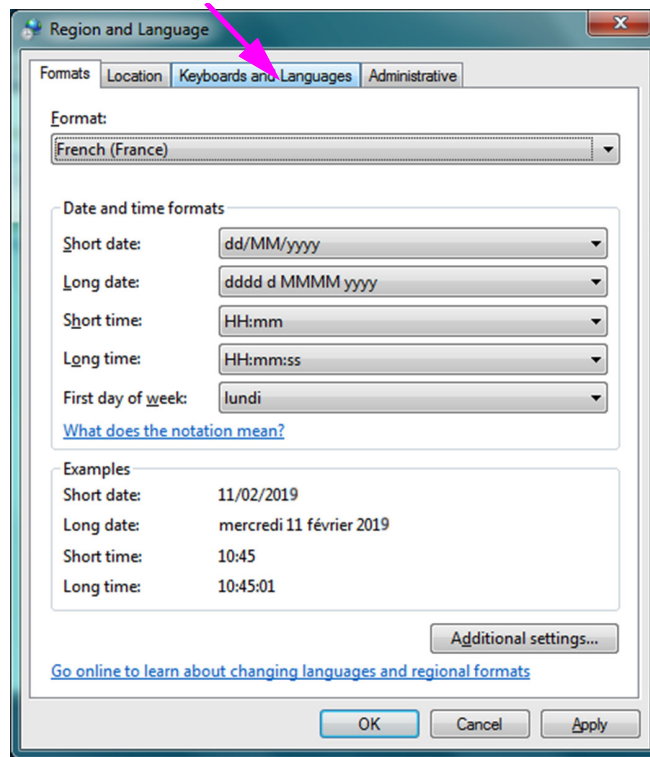

Figura C-7. Janela pendente Region and Language (Região e idioma)
1. No ecrã Region and Languages (Região e idiomas), clique no separador **Keyboards and Languages (Teclados e idiomas)** (ver figura C-7).